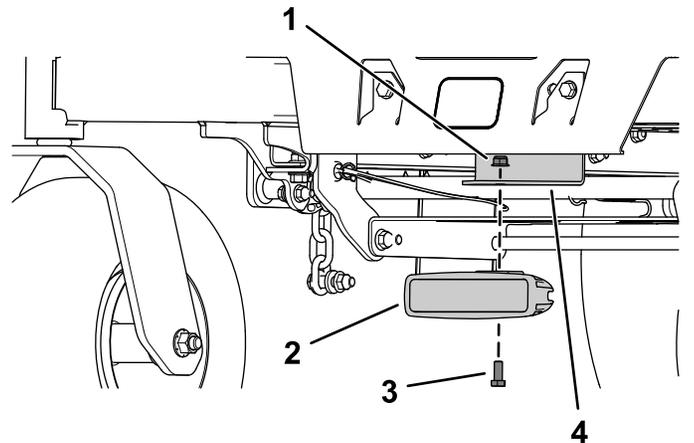

Figura 4
4. Fissate la luce a LED alla staffa della luce anteriore con un bullone a testa esagonale (5/16" x 3/4") e un dado flangiato (5/16") come illustrato in **Figura 4**.